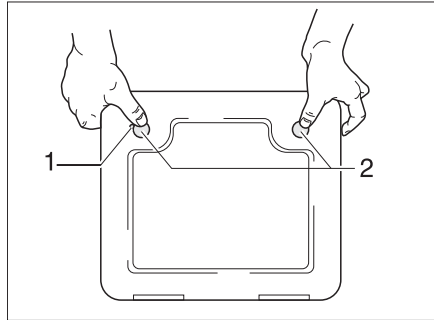

Fig. 299 Portillon pour la toilette à cassette
- Ouvrir le portillon pour la cassette à l'extérieur du véhicule. Insérer pour cela la clé dans le barillet du verrou de pression (Fig. 299,1) et la tourner d'un quart de tour.
- Appuyer du pouce et simultanément sur les deux verrous de pression (Fig. 299,2) et ouvrir le portillon pour la cassette.